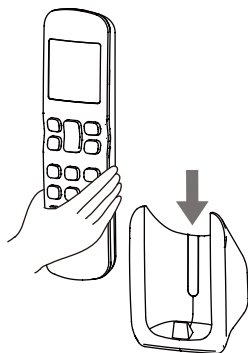

Figura 2.5
3) Far scivolare il comando remoto verticalmente giù nel supporto del comando remoto (si veda Figura 2.5).